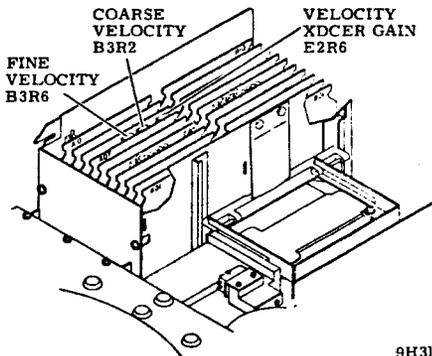

Bild 8 Velocity Gain Justage Punkte
8. Entspricht die Zeit zwischen den ON-Zylinder Signalen nicht dem vorgegebenen Wert, so kann am Poti B3A2 auf der Karte A2A07 justiert werden. (siehe Bild 8).